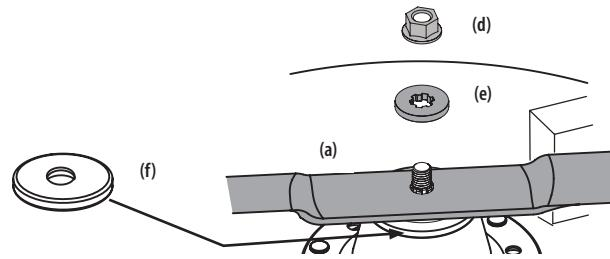

Figura 41
- Quite la tuerca de seguridad con brida (d) y la arandela plana (e) sujetando la cuchilla (a) a la cortadora (a) y extraiga la cuchilla. Consulte la Figura 41.